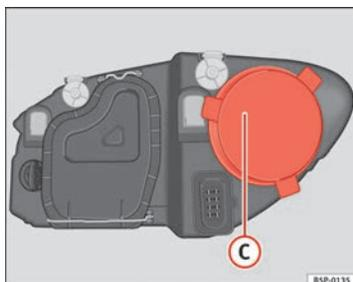

Fig. 189 Máximos
- Retirar a tampa ⇒ Fig. 189 C, puxando-a.